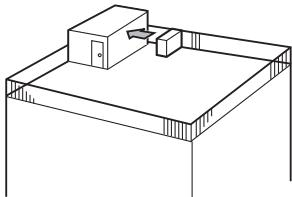

Fig. 2-3
- ① Richt de luchtinlaat naar de dichtstbijzijnde muur, op ongeveer 50 cm van de muur. (Fig. 2-3)